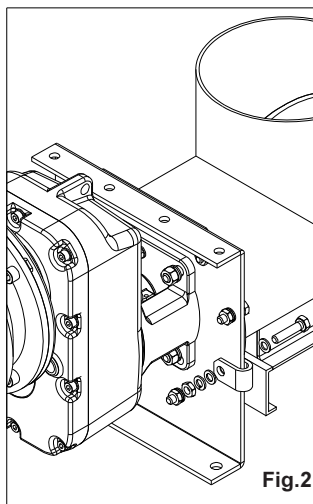

Fig.2
- 2 Fix the braid using the bolts supplied, by following the assembly sequence shown in Figures 2 - 3 - 4.
- 2 Fixer la tresse au moyen de la boulonnerie fournie, en respectant la séquence de montage indiquée dans les figures 2 - 3 - 4.
- 2 Fissare la treccia tramite la bulloneria in dotazione, seguendo la sequenza di montaggio come in figure 2 - 3 - 4.